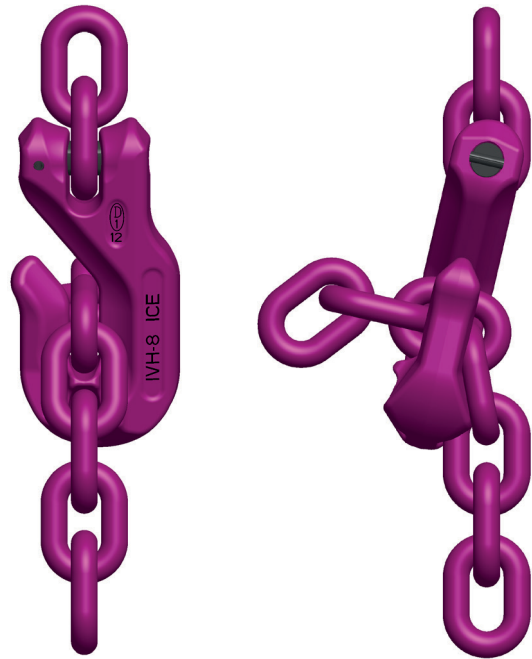

Fig. 8: Allineamento corretto
- Il gancio accorciatore e la catena devono potersi accoppiare correttamente allineandosi tra loro (Fig. 8).